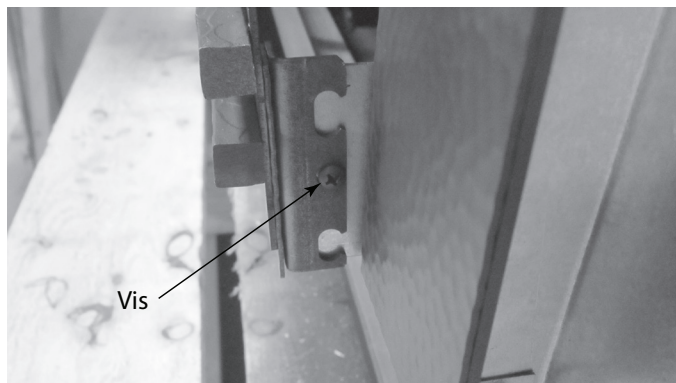

Figure 2.4 Retirer les vis
1. Tout en maintenant le panneau d'accès, retirez les vis situées à chaque extrémité. Voir la figure 2.4.